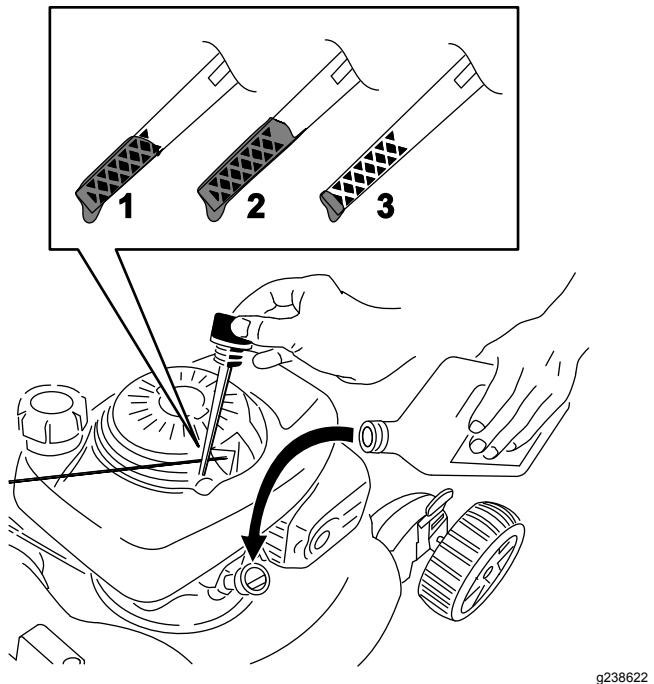

Figura 19
3. Retire la varilla girando el tapón en el sentido contrario a las agujas del reloj y tirando del mismo (Figura 19).
4. Ponga la máquina de lado (con el filtro de aire hacia arriba) para drenar el aceite usado del tubo de llenado de aceite (Figura 19).
10. Observe el nivel de aceite en la varilla (Figura 19).